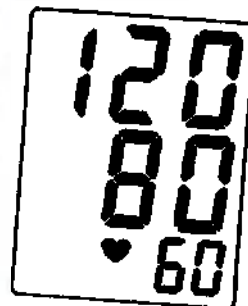

Рис. 18
9. В конце измерения прозвучит продолжительный сигнал и на экране появятся показания Вашего давления и пульса (рис. 18). Мигающий значок «♥», появившийся на дисплее, сообщает о нерегулярном ритме пульса. Появление индикатора аритмии может быть так же вызвано движением тела во время измерения. При периодическом появлении «♥», обратитесь к вашему лечащему врачу.